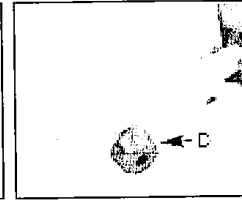

Fig. 3B
3. Avant d'utiliser la machine, reserrez le vis (D) en sens des aiguilles d'une montre (voir Fig. 3B).